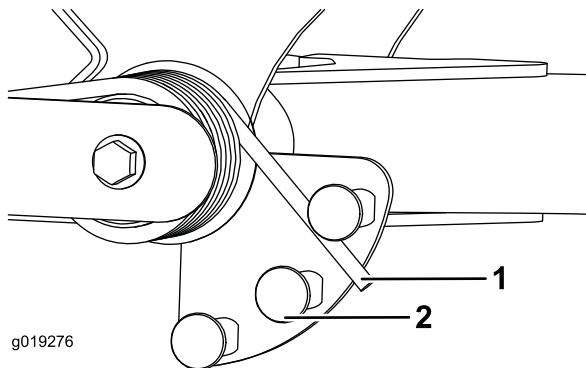

図 43
2. スプリングの長い方の端部にチューブのようなものを取り付けて、スプリングアクチュエータの周囲に巻きつけるようにして希望位置にセットする（図43）。